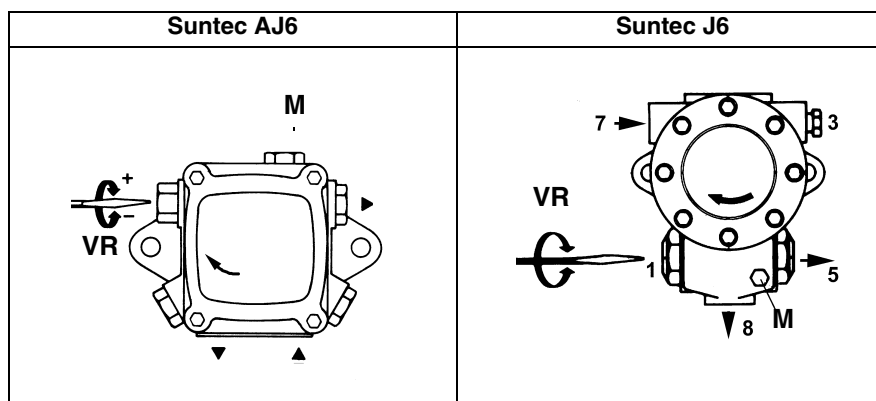

Рис. 14
- 5 выпустить воздух со штуцера манометра **M** насоса , развинтив слегка заглушку, но не снимая ее (Рис. 14);
- 3 выпустить воздух со штуцера (**M**) манометра насоса (Рис. 14), расслабив слегка заглушку, но не снимая ее; затем отпустить контактор;